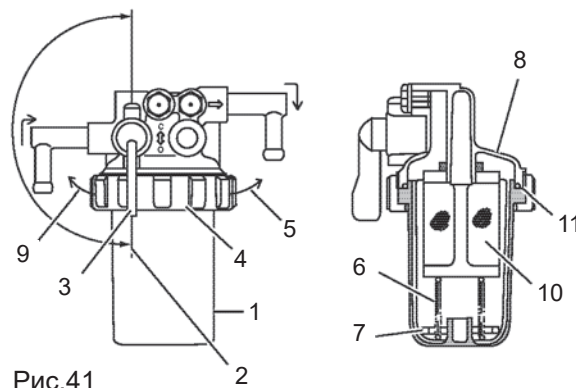

Рис.41
1. Поместите одобренный контейнер под топливный фильтр/водоотделитель (1, Рис. 41) для сбора загрязнений.
2. Закройте (2, Рис. 41) топливный кран (3, Рис. 41).
3. Поверните стопорное кольцо (4, Рис. 41) влево (9, Рис. 41).
4. Аккуратно снимите чашку (1, Рис. 41). Снимите удерживающую пружину (6, Рис. 41) и поплавок (7, Рис. 41) с чашки. Вылейте топливо в одобренный контейнер и утилизируйте отходы надлежащим образом. Придерживайте дно стакана кухонным полотенцем, чтобы топливо не капало. Немедленно вытирайте любые разливы.
6. Проверьте состояние сетчатого фильтра (10, Рис. 41). При необходимости очистите сетчатый фильтр.
7. Проверьте состояние уплотнительного кольца (11, Рис. 41). При необходимости замените уплотнительное кольцо.
8. Поместите поплавок (7, Рис. 41) и удерживающую пружину (6, Рис. 41) внутрь чашки.
9. Установите чашку на монтажный фланец (8, Рис. 41) и поверните стопорное кольцо (4, Рис. 41) вправо (5, Рис. 41). затягивайте только вручную.
10. Откройте топливный кран (3, Рис. 41).